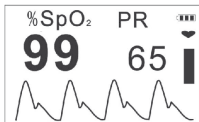

Figura 9A Schermata di default
5. Il pulsossimetro avvia la misurazione automaticamente entro due secondi. Sul display compare la schermata di default (Figura 9A). Il display visualizza i valori e il tracciato.
- La misurazione, e con essa la registrazione dei dati (valori della SpO2 e delle pulsazioni) inizia automaticamente quando s’inserisce il dito nella sonda. Il display visualizza quanto mostrato nella Figura 9A.